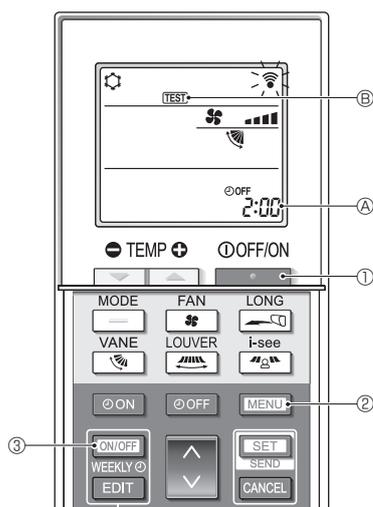

Fig. 7-5
■ Testkjøring (Fig. 7-5)
- Trykk på [ON/OFF]-knappen ① for å stoppe klimaanlegget.
- Hvis uketidsuret er aktivert (WEEKLY lyser), trykker du på [ON/OFF WEEKLY]-knappen ③ for å deaktivere det (WEEKLY slukkes).
- Trykk på [MENU]-knappen ② i 5 sekunder.
- Trykk på [MENU]-knappen ②.
- TEST ④ tennes, og enheten går over i testkjøringsmodus.